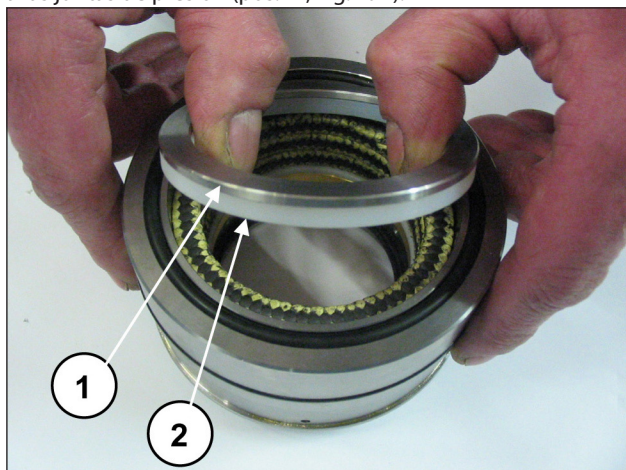
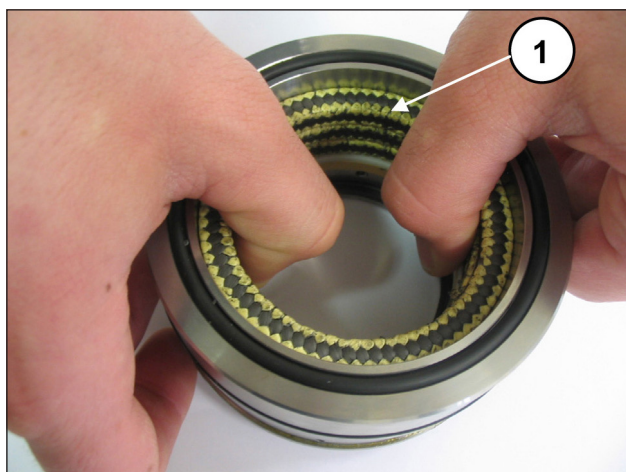

Fig. 191
Fig. 192
Separar el soporte de juntas de la camisa, desmontar la anilla del muelle y la anilla de retén (pos. ①②, Fig. 191) para acceder a las juntas de presión (pos. ①, Fig. 192).